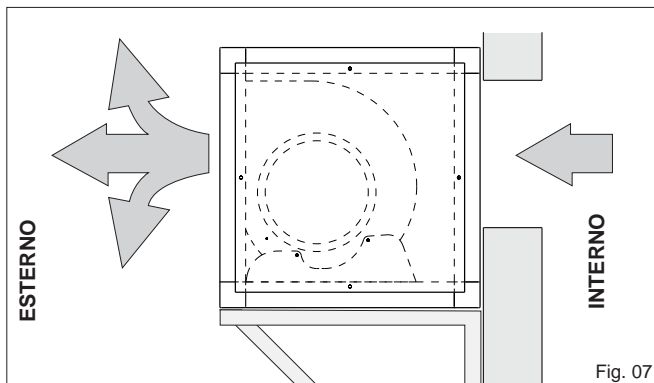

Fig. 07
2) Installazione all'esterno dell'edificio con tettuccio in lamiera zincata o preverniciata per la protezione dagli agenti atmosferici (fig. 07).